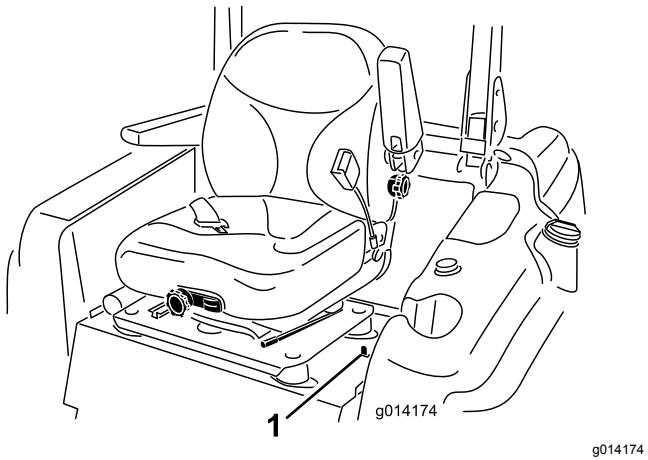

Bild 14
1. Bewegen Sie den Hebel auf der linken Seite des Sitzes nach hinten, um den Sitz zu entriegeln, und ziehen Sie den Sitz oben nach vorne (Bild 14).